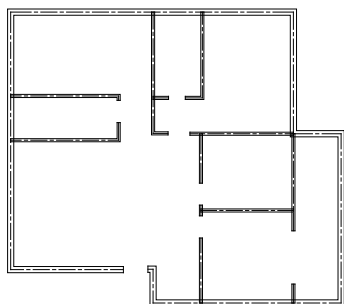

图3-61 编辑交接处
- 04 按空格键重复命令，编辑其他承重墙与非承重墙交接处，以及非承重墙之间的交接处，如图3-61所示。